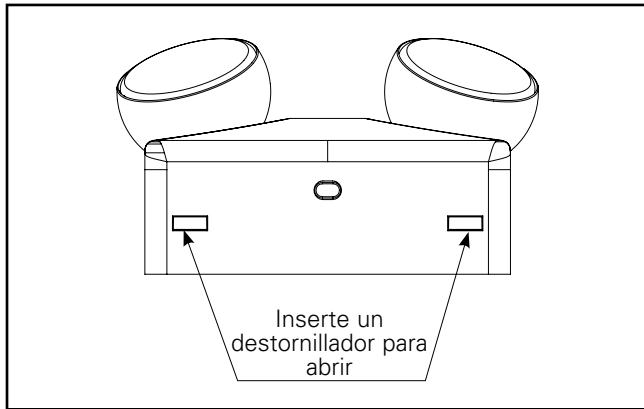

Figura 1. Use el patrón de orificios de montaje apropiado y el orificio de paso de cables en la placa posterior para que coincida con la caja de conexiones.
2. Inserte un destornillador en los dos orificios en la parte inferior de la unidad para abrir el APELMINI. Esto desviará las funciones de presión para permitir que la unidad se abra. (Ver Figura 1)